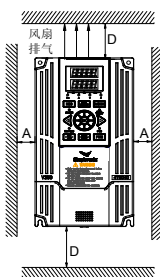

图 3-1 安装的间隔距离
单台变频器的安装间隔及距离要求如图 3-1 所示，变频器周围应留出足够空间。
- 图 3-1、3-2 中：A $\geq$ 50mm，B $\geq$ 30mm，C $\geq$ 20mm，D $\geq$ 120mm。